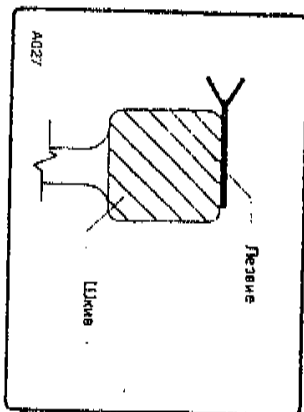

Fig. 7.6.3
- Проверьте, правильно ли установлены два шкива: лезвие должно полностью лежать над двумя шкивами за исключением заточенной части. см. рис. 7.6.3. Вручную поверните два шкива и проверьте, правильно ли установлено лезвие.